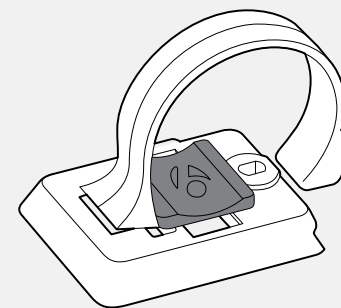

Figura 13. Apoyo introducido en la base del ciclómetro.
4. Introduzca el apoyo de goma con el logo en la parte trasera de la base del ciclómetro (figura 13).